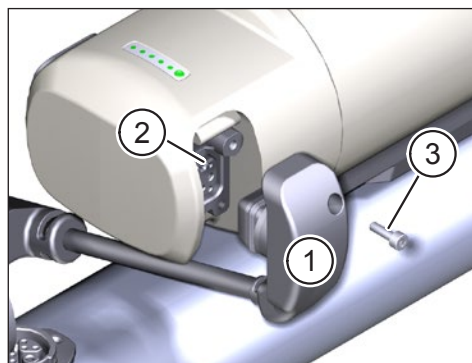

Fig. 7: Conecte el cable de conexión al Range Extender
- ▶ Conecte el enchufe (Pos. 1 en Fig. 7) del cable de conexión a la toma (Pos. 2 en Fig. 7) del Range Extender.
- ▶ Fije el enchufe con el tornillo de cabeza M3 × 8 suministrado con el cable (Pos. 3 en Fig. 7) al Range Extender con un momento de torsión de 1 Nm.